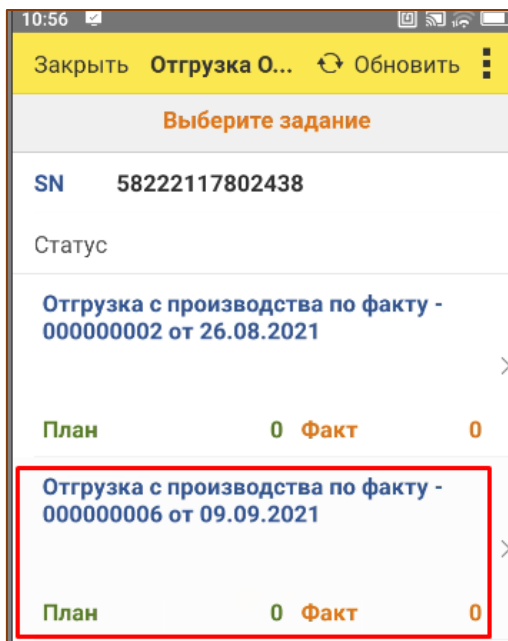

Рис. 11.11 - Документ отгрузка с производства по факту
1. После проведения документа и установки статуса «К отгрузке» (Рис. 11.9) на ТСД появится документ «Отгрузка с производства по факту» (Рис. 11.11):